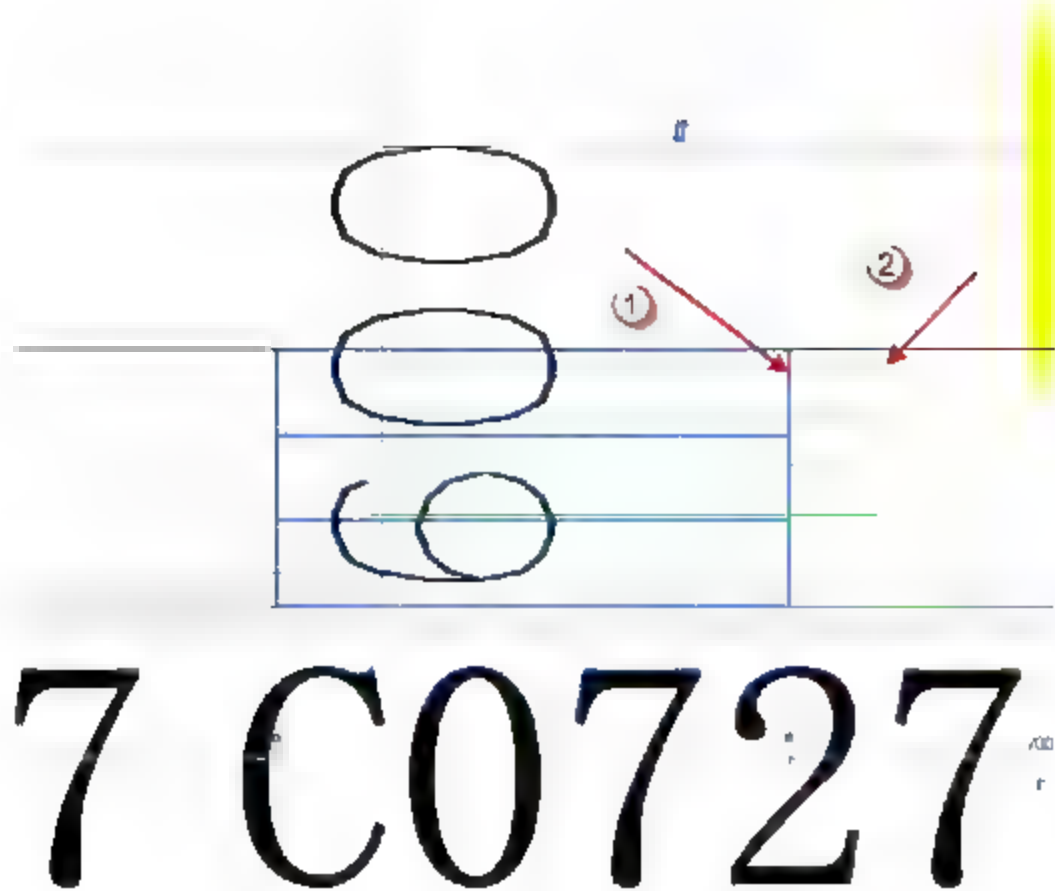
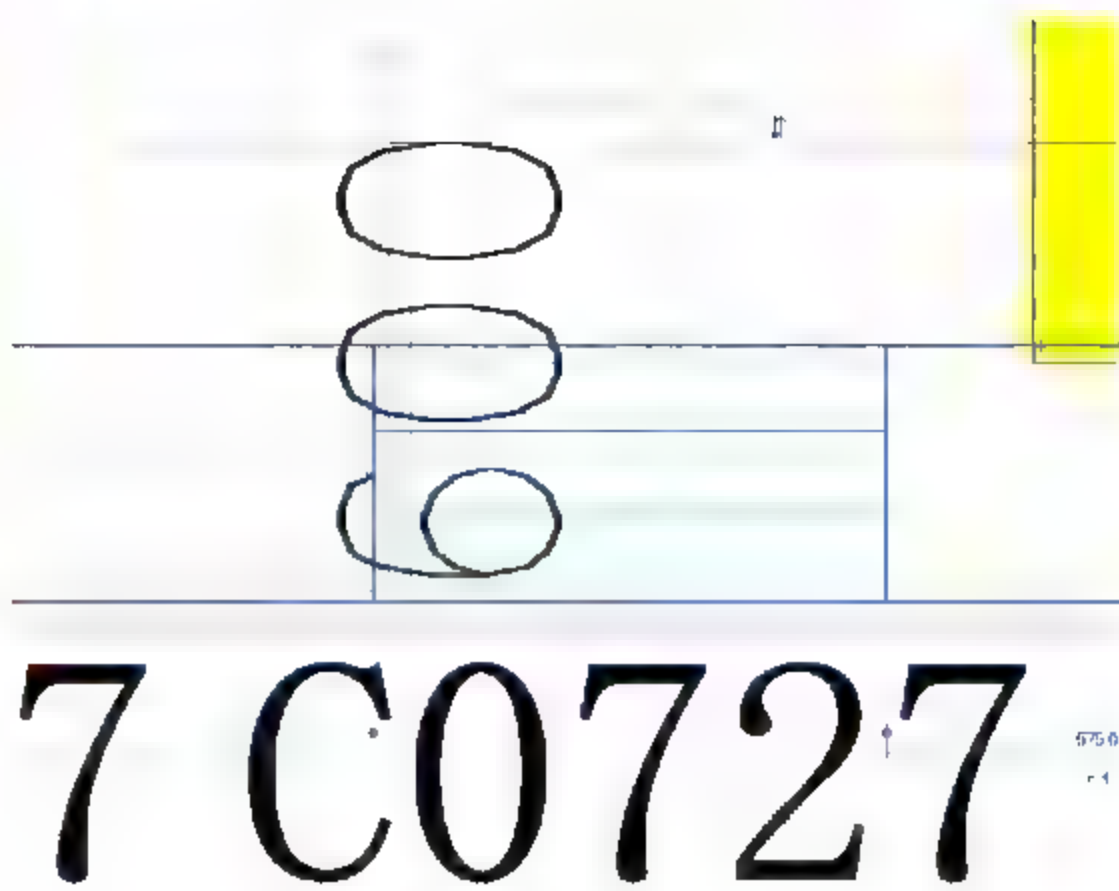

图 11.1.25 插入“C0727”窗
图 11.1.26 插入“C0727”窗完成效果图
(4) 插入二层的窗。选择“建筑”→“窗”→“C2027”命令（或者按快捷键 W+N），然后在相应的地方插入“C0727”族，移动“C0727”族，先选择已经插入的窗族，按快捷键 M+V，移动“C0727”，将“1”点移动到“2”点对齐，如图 11.1.25 所示。移动完成后如图 11.1.26 所示，然后插入其他的“C0727”族，可以按上述步骤直接插入，也可以按 Esc 键退出门的绘制，然后进行复制插入，选中刚才插入的窗族，按快捷键 C+O，将“多个”复选框选上，选择“1”点为复制基点，按如图 11.1.27 所示“C0727”的对齐点将族依次复制，完成后如图 11.1.28 所示。剩下的窗族插入和复制步骤同前面步骤，也可以参考第 10 章的内容，这里不再赘述。完成后按快捷键 F4，进入三维视图模式，如图 11.1.29 所示。
(5) 绘制二层的幕墙。前面章节已经载入了幕墙的族，首先设定幕墙的族类型，步骤同二层幕墙族类型的设定，此处不再重复，直接绘制幕墙。